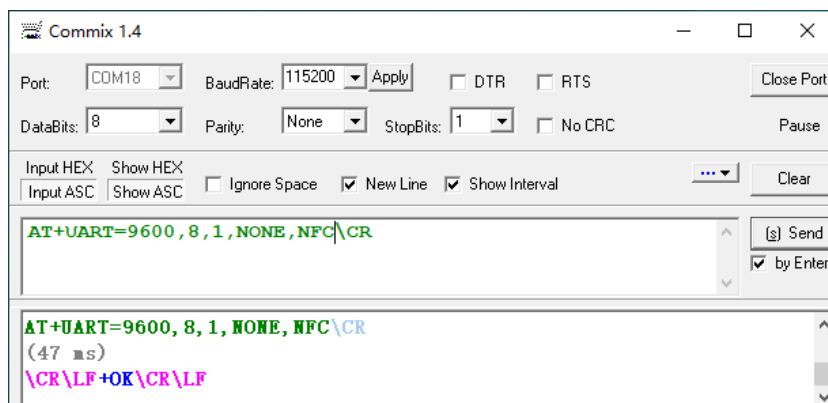

图 7-5 串口参数设置界面
- (1) 设备进入 AT 指令模式，具体方法参考 4.2 内容；
- (2) 设置串口基本参数，如图 7-5 所示，参数设置为：115200,8,1,NONE,NFC；